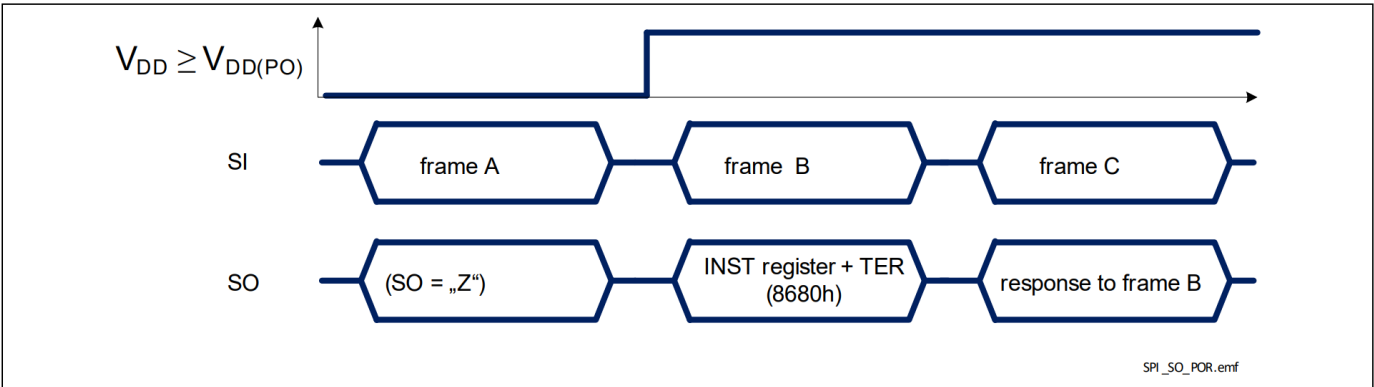

图 31 TLE75008-ESD 在 V_{DD} 上电复位结束后的响应
- 如图 31 所示，当 TLE75008-ESD 逻辑电源脱离上电复位状态或软件复位后，就会发生这种情况。